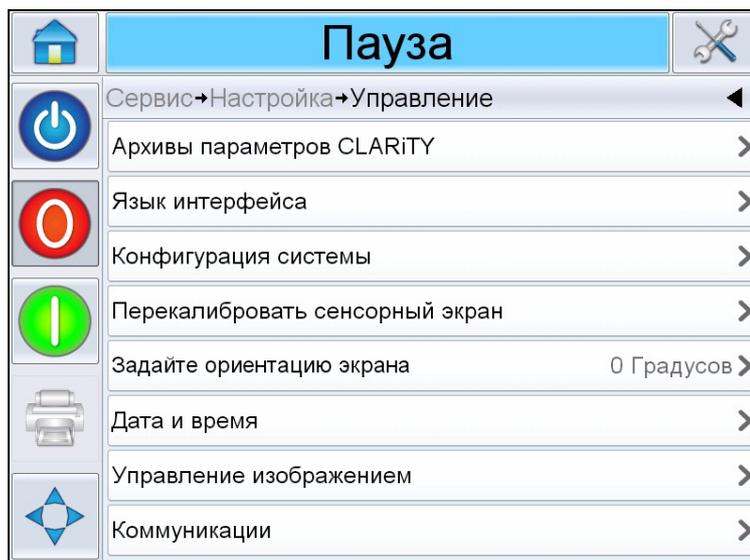

Рис. 5-6: Страница “Управление”
- 1 Перейдите к *Инструменты > Настройка > Управление*. Появится страница *Управление* (Рис. 5-6).